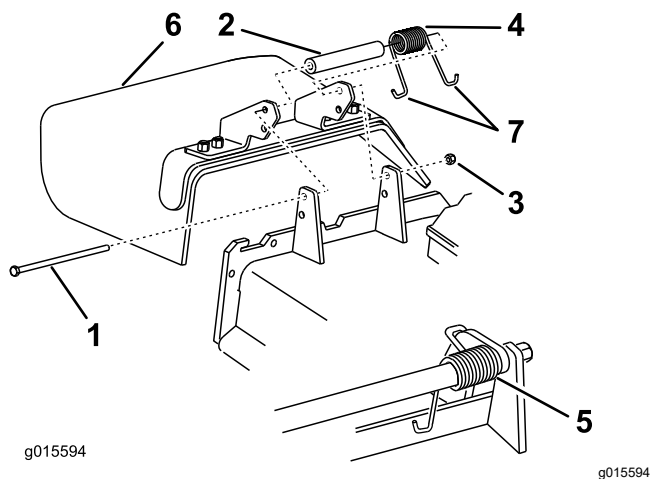

Figure 125
1. Retirez le contre-écrou, le boulon, le ressort et l'entretoise qui fixent le déflecteur aux supports de pivot (Figure 125).
2. Enlevez le déflecteur s'il est endommagé ou usé (Figure 125).
Remarque: Prenez soin de placer une extrémité en J du ressort derrière le bord du tablier avant de mettre le boulon en place, comme montré à la Figure 125.
- Placez une extrémité en J du ressort autour du déflecteur d'herbe (Figure 125).